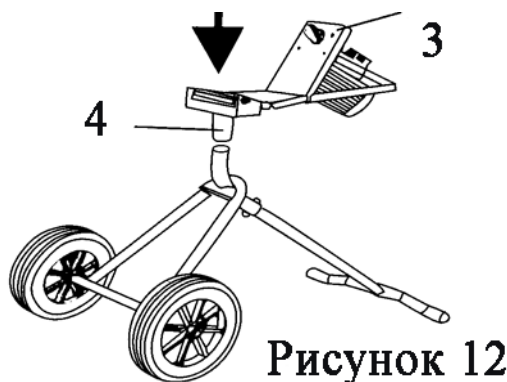

Рисунок 12
4. Установите поворотный кронштейн на раму (Рисунок 12).